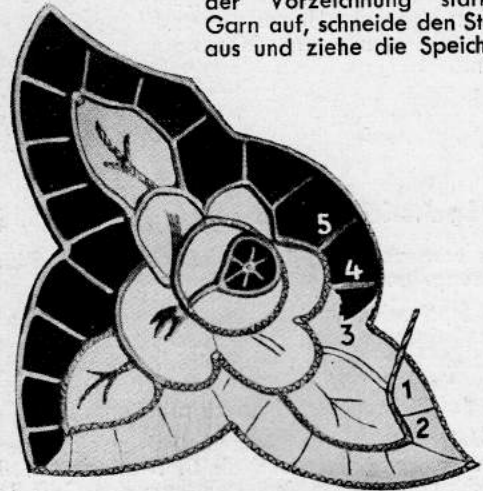

Bild 57
O. Richelieu-Stickerei (Bild 57)